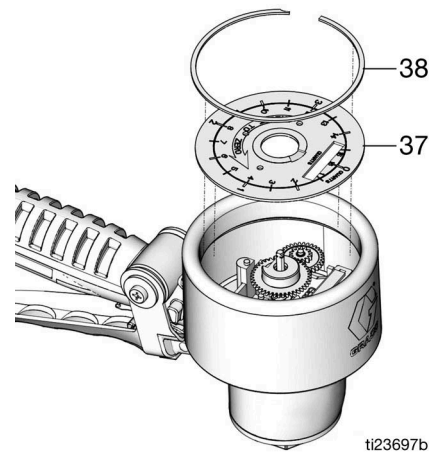

FIG. 22
3. Coloque el panel de la placa frontal (37) y el clip de retención grande (38) (FIG. 22).